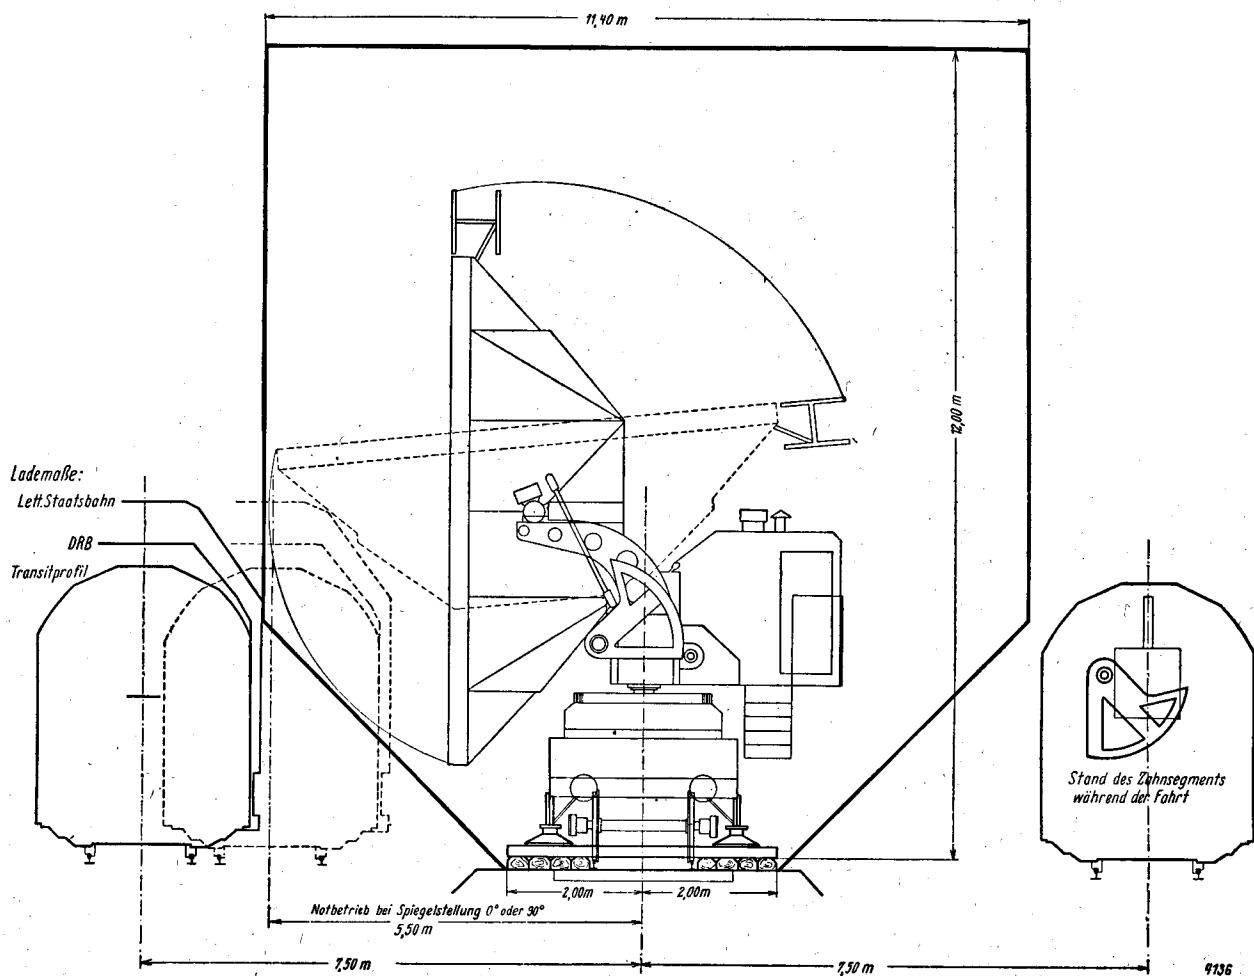

Bild 2. Gleisverhältnisse
2. Gleisverhältnisse (Abb. 2):